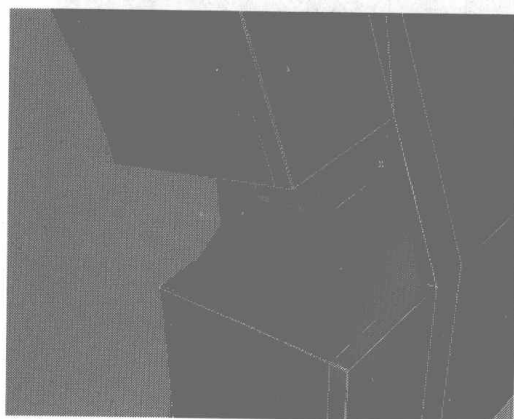
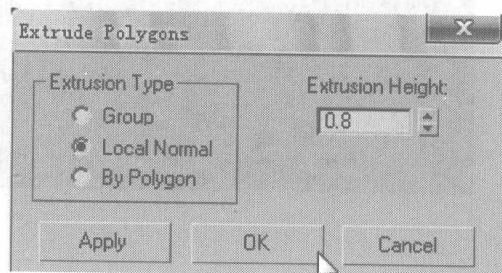

图 6.478
图 6.479
- 81** 切换为面编辑，选择凹槽内侧的面，如图 6.478 所示，在 Edit Polygons 卷展栏中单击 **Extrude** 右侧的小按钮，在弹出的对话框中设置挤压参数，如图 6.479 所示。